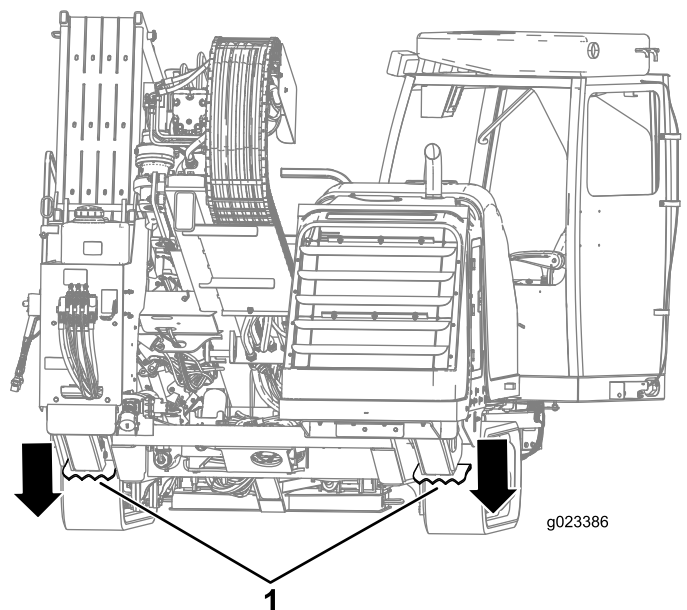

Bild 46
5. Senken Sie die hinteren Stabilisatoren ab, bis sie fest auf dem Boden stehen oder bis der gewünschte Winkel erreicht ist (Bild 46).